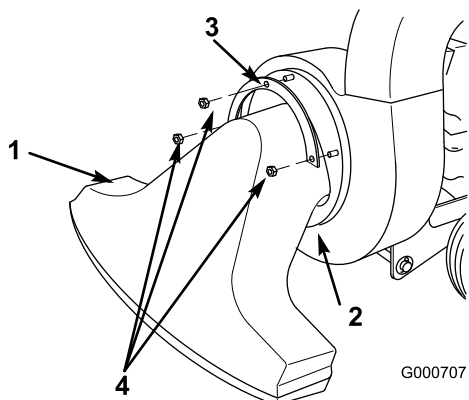

Figura 20
2. Retire las contratuercas, las arandelas y la brida que fijan la boquilla, y retire la boquilla (Figura 20).